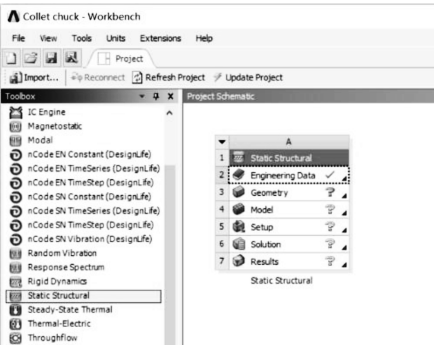

图 9-19 创建机床弹簧夹头疲劳分析
(1) 在工具箱【Toolbox】的【Analysis Systems】中双击或拖动结构静力分析【Static Structural】到项目分析流程图，如图 9-19 所示。
(2) 在 Workbench 的工具栏中单击【Save】，保存项目实例名为 Collet chuck. wbpj。工程实例文件保存在 D:\AWB\Chapter09 文件夹中。